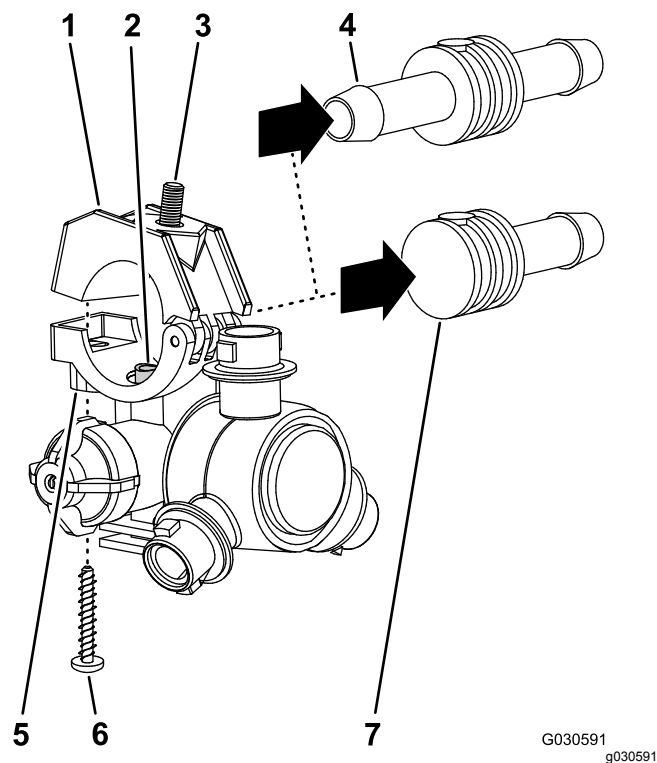

图50
- 取下将夹具上半部分和双或单宝塔软管柄固定到喷嘴主体的不锈钢螺丝#12 x 1 1/4 英寸然后将宝塔软管柄和软管与喷嘴分开 图50。